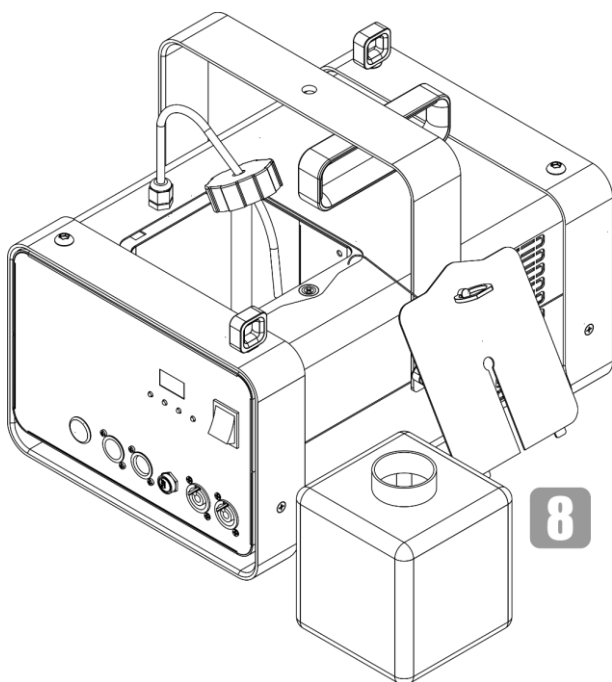

Fig. 27
- 08) Posizionare il serbatoio del liquido su una superficie vicina al dispositivo, come mostrato nella Fig. 27.